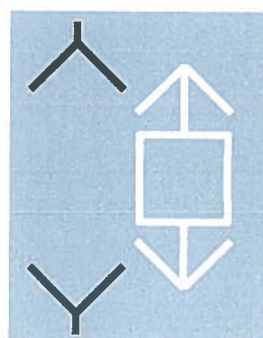

Fig. 7.37
- Prezență tensiune pe ambii poli ai întreruptorului (fig. 7.37);